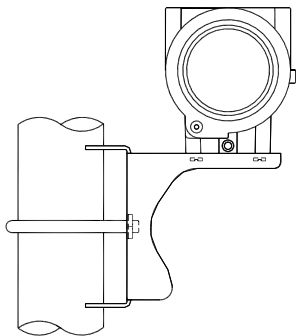

图 2.3 弯支架管装 1
**弯支架管装**的典型安装方式如图 2.3、2.4 所示。用所提供的 4 个螺栓将变送器固定于管装弯支架上,再通过 U 型螺栓将管装弯支架固定于  $\Phi 50\text{mm}$  左右的水平管上。